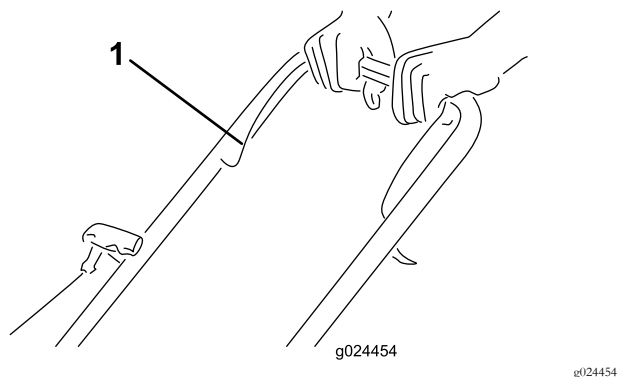

図 12
1. ブレードコントロールバーをハンドルに押し付けるように握りこむ 図 12。